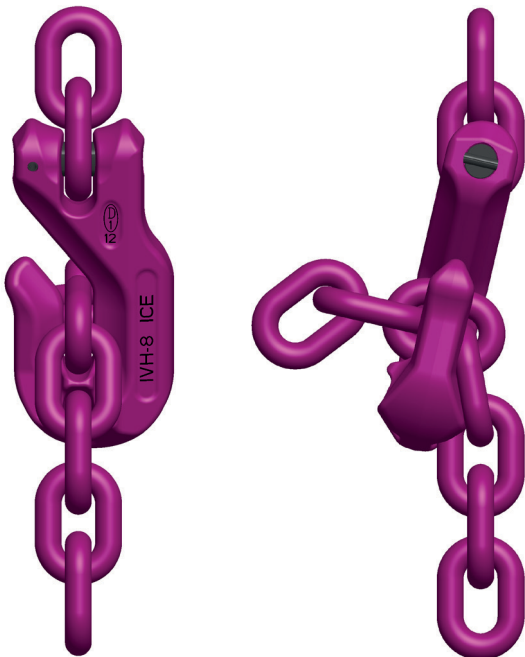

Abb. 8: Ausrichtung
- Der Verkürzungshaken bzw. die Kette muss sich im freien Strang in Zugrichtung ausrichten können (Abb. 8).